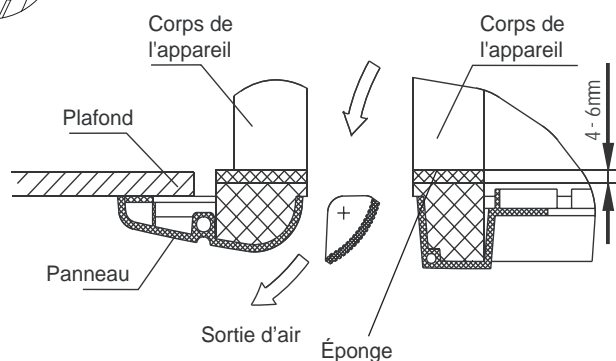

Fig.27
4. Ajustez les 4 boulons pour maintenir le panneau horizontal, fermez les boulons jusqu'à ce que l'épaisseur de l'éponge entre le corps et le panneau soit réduite à environ 4 ~ 6mm. (fig.27)
6. Fermez les boulons sous les crochets du panneau, jusqu'à ce que l'épaisseur de l'éponge entre le corps et le panneau soit réduite à environ 4 ~ 6mm. (fig.27)